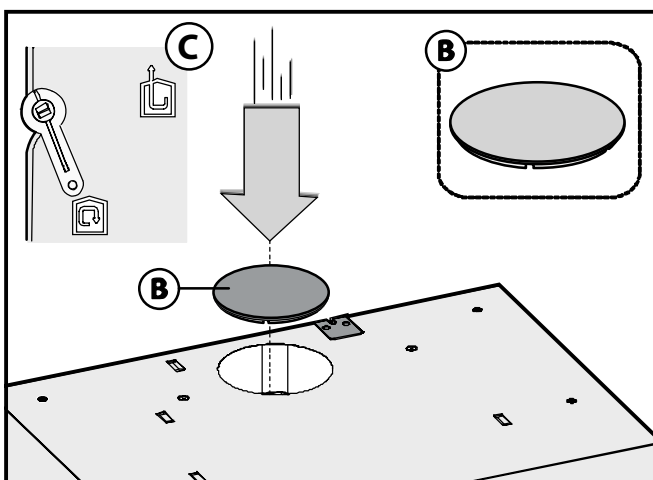
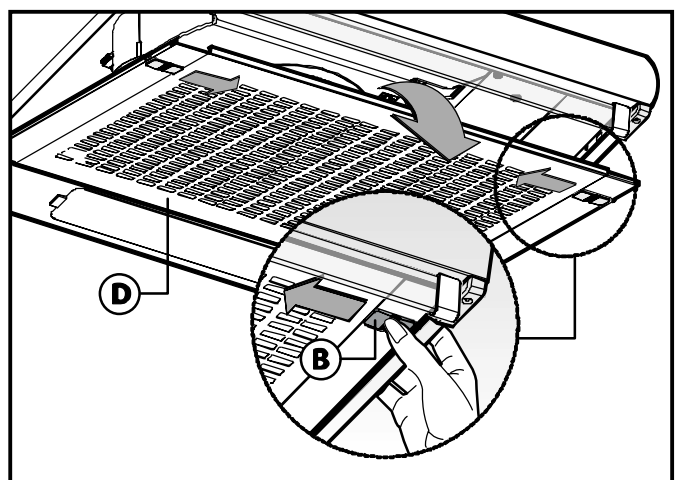
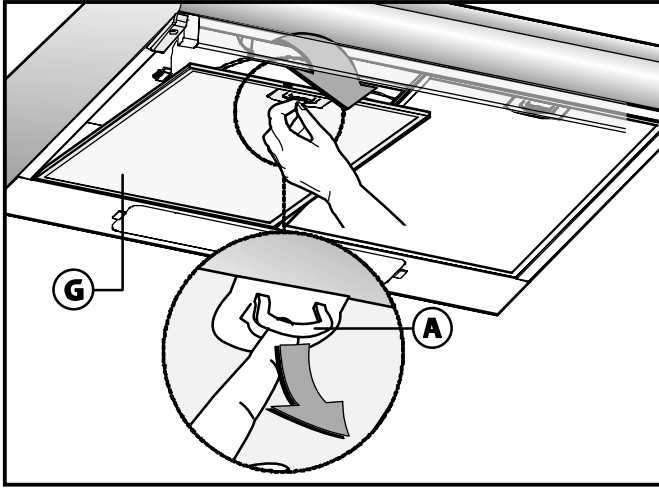
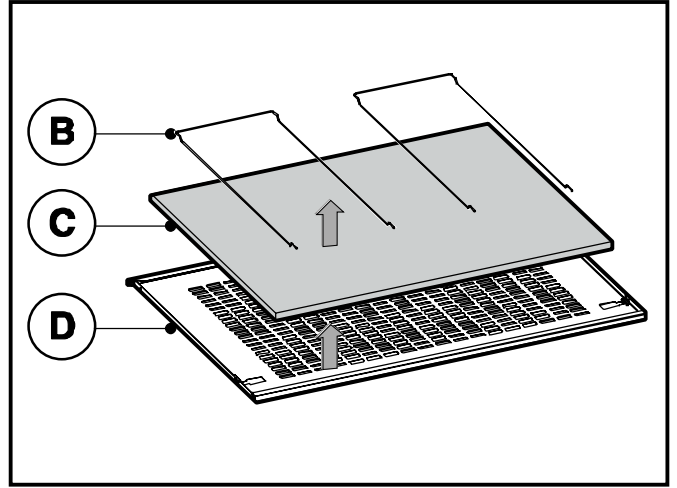

Fig.7
Fig.8
Fig.9
Fig.10
Avant de procéder aux opérations de montage (suivant le modèle que vous avez acheté), pour manipuler plus aisément l'appareil nous vous conseillons de retirer la grille comme illustré Fig.8 ou les panneaux en aluminium comme illustré Fig.9.
- S'il s'agit d'une hotte en version **recyclage** il faut placer le levier **C** comme illustré figure 7.
pour transformer la hotte de la version évacuation à la version recyclage, demandez à votre vendeur des filtres à charbon actif. Monter les filtres dans le groupe d'aspiration en les centrant bien à l'intérieur de la hotte et en les faisant pivoter de 90 degrés jusqu'au déclic (Fig.11). Pour effectuer cette opération, retirez la grille **D** ou les panneaux **G** (Fig.8 - Fig.9). Fermez l'orifice d'évacuation de l'air à l'aide du bouchon **B**, comme illustré Fig.7.
Pour remplacer les panneaux aluminium, il suffit de tirer sur la poignée **A** comme illustré Fig.9.
Pour remplacer les panneaux acryliques ou métalliques, il faut d'abord retirer la grille **D** en appuyant sur les deux touches latérales **B** comme illustré figure 8. Retirer les 2 pièces de fixation des filtres **B** (Fig.10) ainsi que le panneau acrylique ou métallique **C**. Pour remonter le tout, refaire les mêmes opérations en sens inverse.